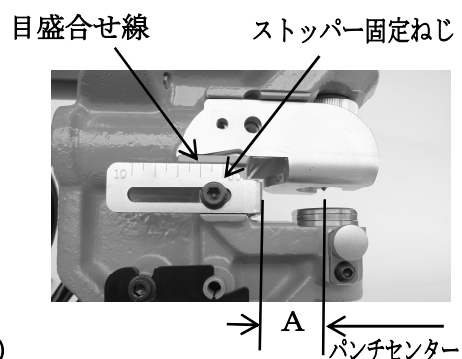

図 D-3
- 4) 材料の穴あけ位置(前後方向 A 寸法)にパンチ先端が来る様ワークストッパー固定ねじ(両サイド)をゆるめて調整します。(図 D-3)